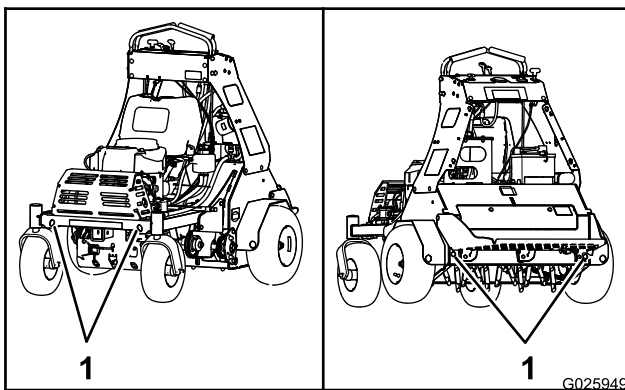

Figure 27
7. Servez-vous des points d'attache de la machine pour arrimer solidement la machine sur la remorque ou le véhicule de transport au moyen de sangles, chaînes, câbles ou cordes (Figure 27).